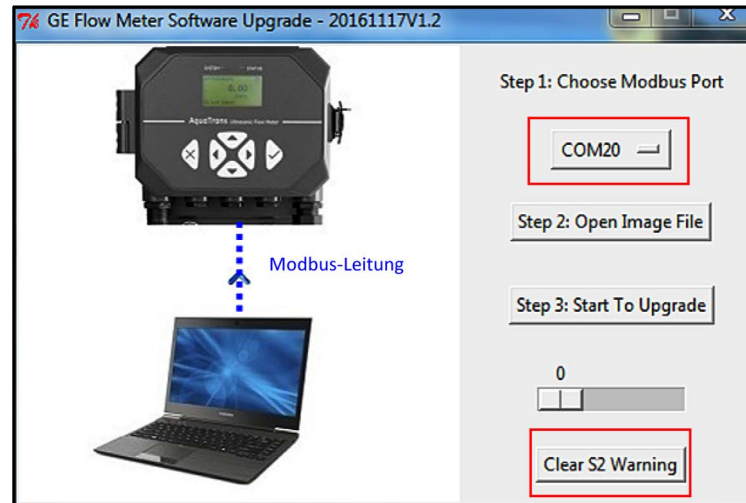

Abbildung 38: S2 Warnung löschen
1. Klicken Sie in der Update-Software auf die Schaltfläche „COM-Port“ und wählen Sie den für das Update verwendeten Port aus (siehe oberes rotes Kästchen in *Abbildung 38* unten).
2. Klicken Sie auf die Schaltfläche „S2-Warnung löschen“ (siehe unteres rotes Kästchen in *Abbildung 38* unten).